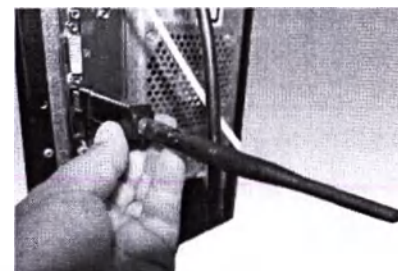

Рис. 12: Подключение USB-антенны для Bluetooth-соединения
- Вставьте USB-модуль Bluetooth или антенну в свободный USB-разъем ПК или ноутбука (➡ рис. 12).